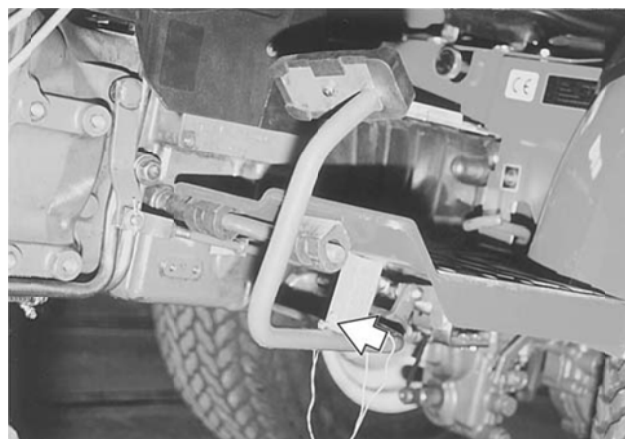

Рис. 84 (установка распорки)
10. Поставьте распорку между педалью сцепления и подножкой, чтобы отделить диск сцепления от маховика (см. рис. 84).